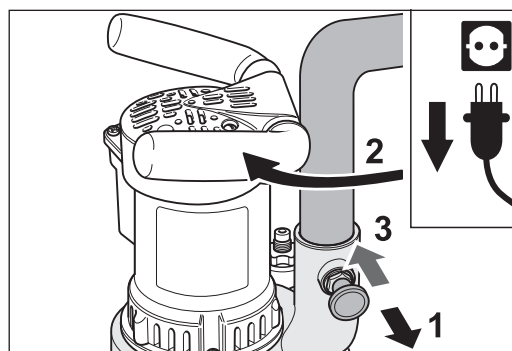

Abb. 33 Den Rastbolzen heraus ziehen (1) und gleichzeitig den Rohrstutzen drehen (2). Danach den Rastbolzen loslassen (3). Er **muss** in den Rohrstutzen einrasten!
- 1 Ziehen Sie den Rastbolzen am Ventilatorgehäuse heraus und halten Sie ihn fest (Abb. 33, 1).
- 2 Drehen Sie gleichzeitig den Rohrstutzen so weit, bis sich der Staubsack über dem Vorsatz befindet (Abb. 33, 2) und der Rastbolzen nach dem Loslassen merklich in den Rohrstutzen einrastet (Abb. 33, 3).